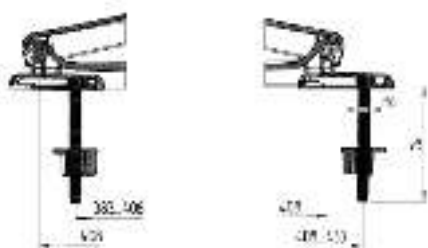

рис.3 Варианты установки сиденья унитаза с пластиковым креплением
1. В зависимости от межцентрового расстояния между отверстиями на унитазе для пластикового и металлического крепление предусмотрено регулируемое межосевое расстояние между винтами (рис. 3,4). Необходимое расстояние выставляется посредством установки винтов в держателях сиденья унитаза для пластикового крепления. Регулировка межцентрового расстояния для сидений с металлическим креплением свободная.
2. Положение сиденья унитаза с пластиковым креплением можно регулировать перемещением винта по держателю в продольном направлении на фиксированные положения в указанных пределах (рис.3)